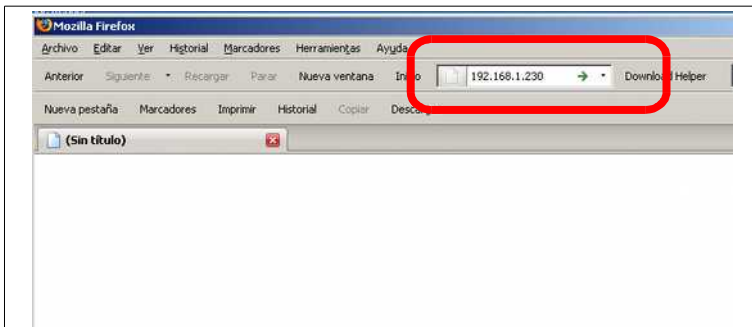

Fig. 19: Indicación de la dirección IP del FA-07
5. Abra un navegador (browser) como Explorer, Firefox, Opera, etc. Escriba en la barra de direcciones del navegador la dirección IP “192.168.1.230” (véase la Fig. 19).